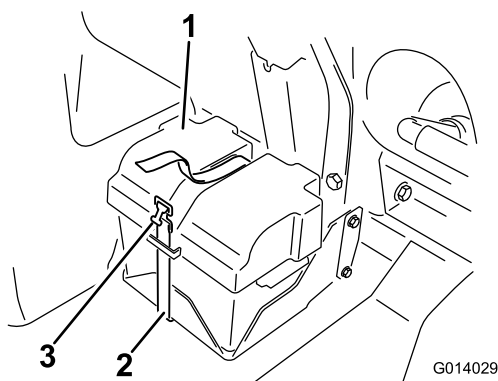

图 81
2. 拆下电池盖从电池电极上断开负极黑色接地线图 81。
4. 安装电池盖使用之前拆下的箍带将盖子箍紧图 81。